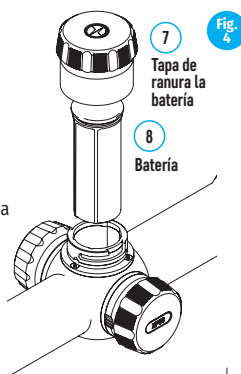

Fig. 4
- Gire la tapa de la batería (7) en sentido antihorario y retírela (Fig. 4).
- Instale la batería (8) en el compartimento de batería a lo largo de las guías especiales en la carcasa del dispositivo diseñadas para ello.
- Vuelva a colocar la tapa del compartimento de la batería (7) girándola en sentido horario.